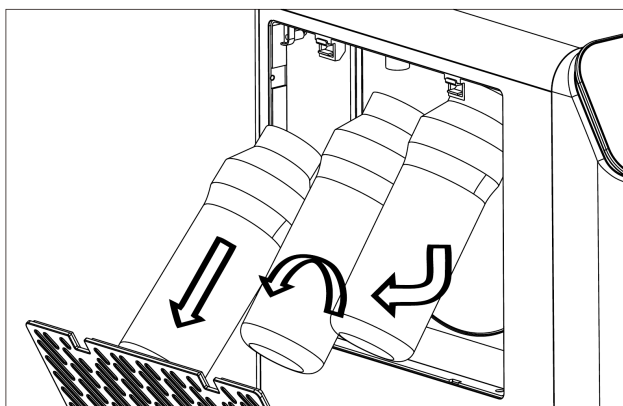

Figure 6 · Tournez chaque cartouche pour la libérer
3. Tournez chaque cartouche dans le sens horaire pour la libérer et tirez-la vers l'extérieur (figure 6).